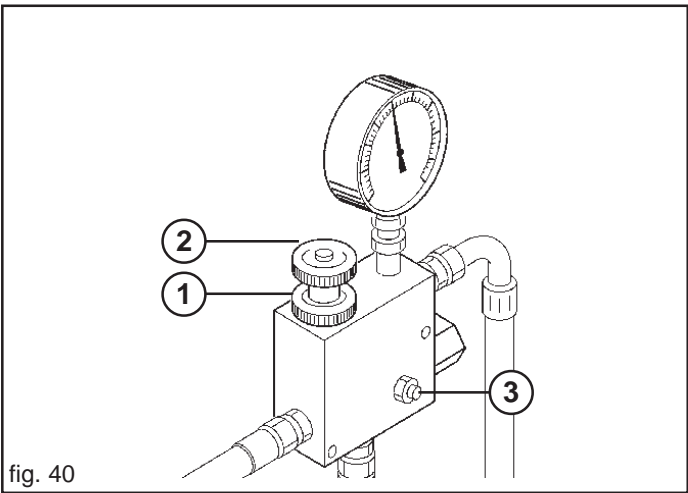

fig. 40
Se es necesario aumentar incrementar el número de revoluciones de la toma para la distribución de semillas mayor, moviendo con prudencia y atención como segue (Fig. 40):
- b) desde el pomo (1, Fig. 40);
- c) girár en sentido horario o antihorario el pomo (2, Fig. 40) para disminuir o aumentar la presión y variando el número de revoluciones de la toma.